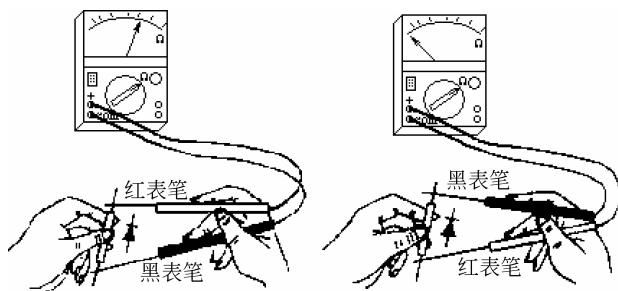

图 3-4 二极管的测量
(5) 晶体管直流参数的测量。用万用表可以测量二极管、三极管的管脚极性和管子的好坏。
① 二极管的测量。测试时,选用 $R \times 1k\Omega$ 挡(发光二极管用 $R \times 10k\Omega$ 挡)。将被测二极管接到黑、红表笔之间,读取电阻数值;然后颠倒表笔,再读取电阻数值,如图 3-4 所示。如果两次测量的阻值相差很大,说明二极管是好的,且电阻小的一次测量,黑表笔所接一端为正极,红表笔所接一端为负极;如果两次测量的阻值相差不是很大,说明二极管的性能不好;如果两次测量的阻值相等且均很大,说明二极管内部已经断路;如果两次测量的阻值相等且均很小,说明二极管内部已经短路。
② 三极管管脚极性的判别。完好三极管管脚极性的判别主要是确定基极 b 和集电极 c,进而知道发射极 e。测试时,将万用表置于 $R \times 1k\Omega$ 挡。先假定任一管脚为基极,将